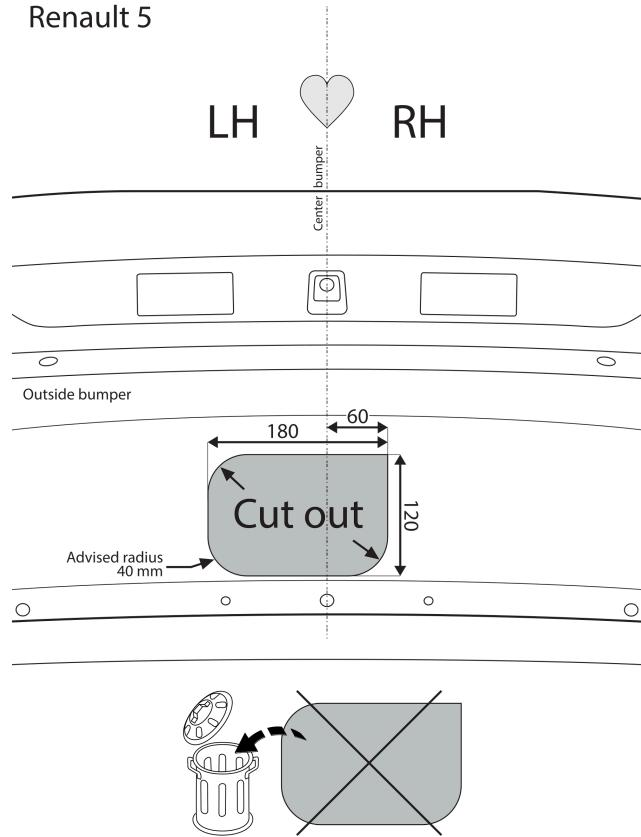

Fig. 2
7. Выпилить часть из бампера в середине снизу, как указано на рис. 2, 3.